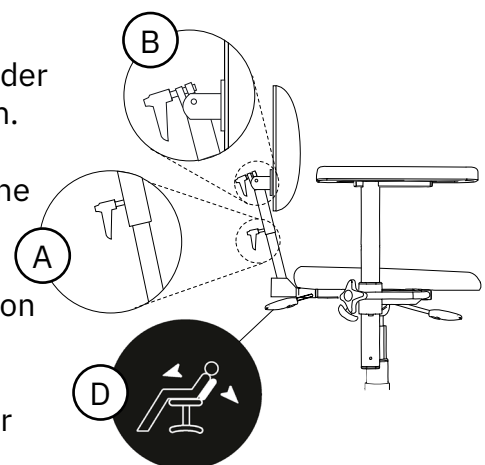

Abb. 5.28. Rückenlehnenmechanismus Komfort.
Bei der Komfort-Ausführung können die Höhe (A) und der Winkel der Rückenlehne (B) eingestellt werden. Dieser Rückenlehnenmechanismus verfügt über eine gasfedergesteuerte Rückenlehnenfunktion (D), siehe Abb. 5.28. Die gasfedergesteuerte Rückenlehnenfunktion wird mithilfe eines Bedienelements unter dem Sitz (Standard) oder unter der Armlehne (Option) eingestellt werden. Die Rückenlehnenfunktion erlaubt eine Neigung der Rückenlehne von bis zu 3° nach vorn und 40° nach hinten.